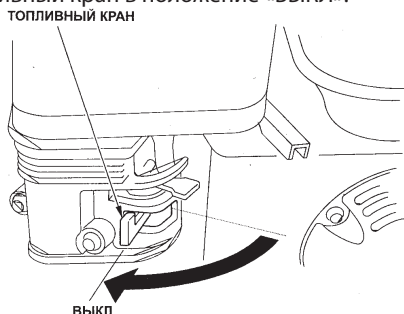

Рис.16 Положение рычагов управления при остановке
7.2.2. В обычной ситуации следует действовать следующим образом (см. рис.16):